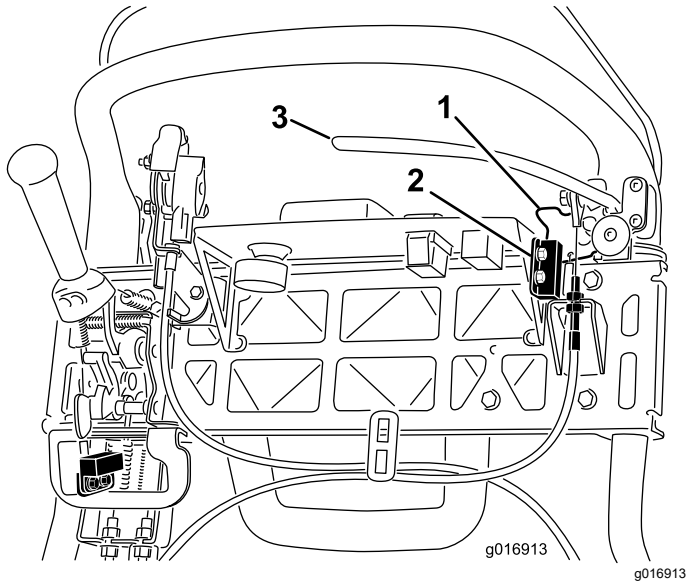

Bild 38
4. Lockern und entfernen Sie die Befestigungen des Sicherheitsschalters (**Bild 38**).
5. Legen Sie eine 1,6 mm dicke Unterlegscheibe zwischen den Feststellbremsriegel und den Sicherheitsschalter (**Bild 38**).
4. Lösen Sie zum Erhöhen der Kabelspannung die obere Kabelklemmmutter und ziehen die untere an (**Bild 38**), bis eine Kraft von 156 N zum Lösen des Feststellbremsriegels auf den Bremshebel aufgebracht werden muss.